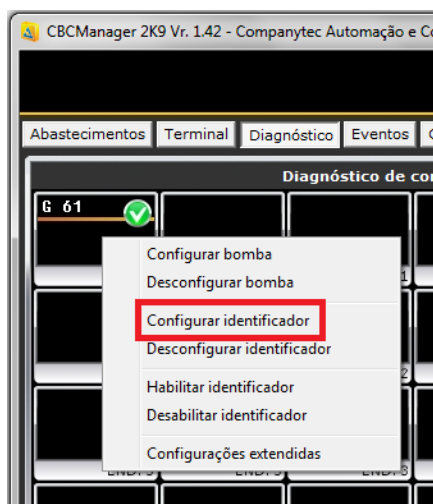

Figura 12 - Configurando Leitor Ibutton CBC
- Clique na aba “Diagnóstico”, após clique com o botão esquerdo do mouse sobre o(s) endereço(s) e selecione “Configurar Sensor IDF”, conforme Figura 12 - Configurando Leitor Ibutton CBC.